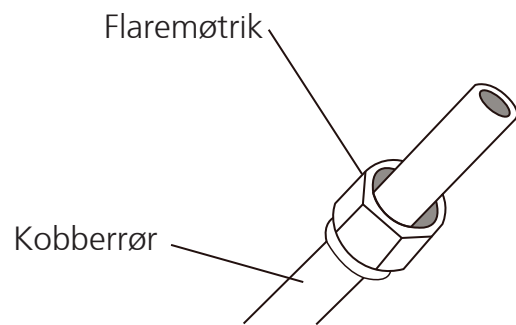

Fig. 6.3
3. Sæt flaremøtrikker på begge rørender. Sørg for, at disse vender den rigtige vej, for du kan ikke sætte dem på eller tage dem af for at skifte retning efter kravning. Se Fig. 6.3.